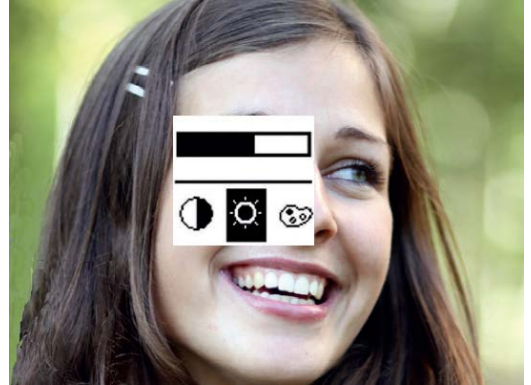

Abb. 12: Bildparameter einstellen
- ▶ Drücken Sie die *Menütaste*. Das Menü *Bildparameter* wird angezeigt (Abb. 12).